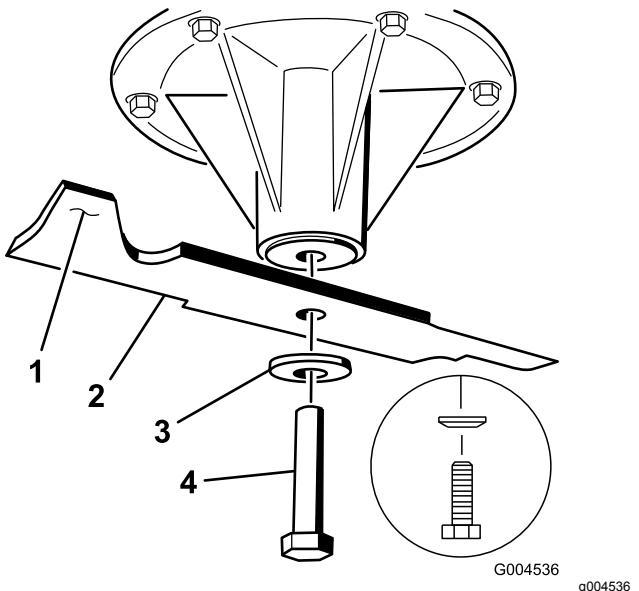

Figura 95
1. Installate la lama sinistra e centrale, le rondelle curve e i bulloni della lama sugli assi del fusello (Figura 95 e Figura 96).
Nota: Rivoltate la parte sporgente della rondella curva in verso la testa del bullone (Figura 95).
2. Installate la lama destra, la rondella curva e il bullone della lama (bullone con filettatura a sinistra) sull'asse del fusello (Figura 95 e Figura 96).